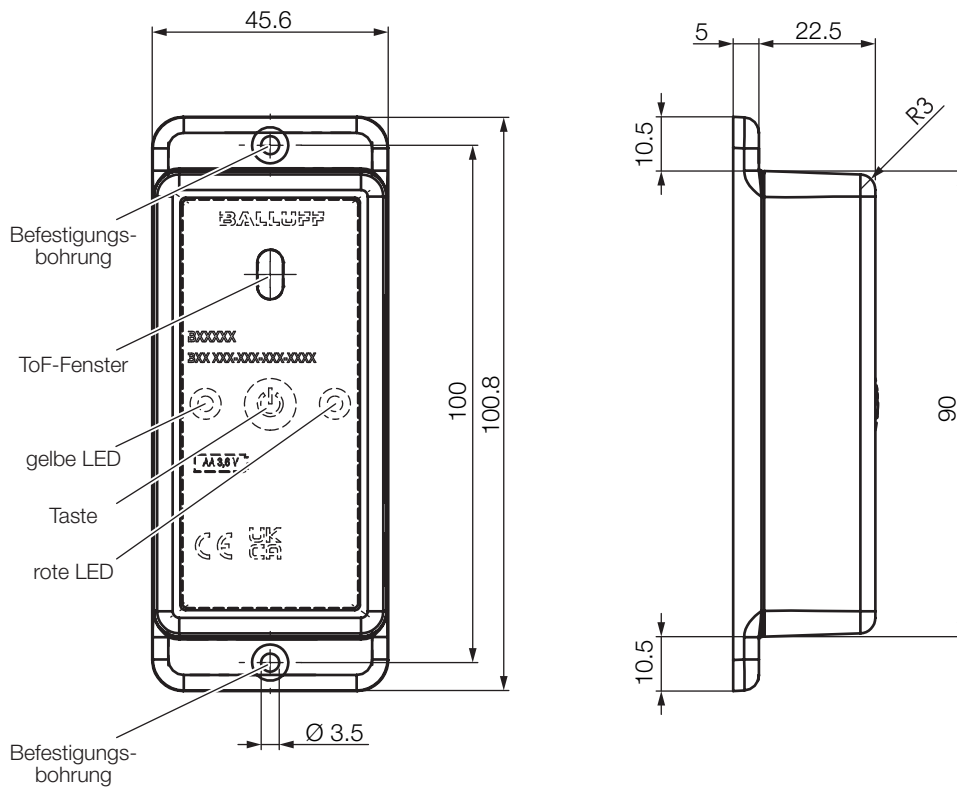

Bild 4-1: Abmessungen, Aufbau und Funktion
Abmessungen siehe Bild 4-1 auf Seite 7.
- ▶ Den Sensor so montieren, dass das ToF Fenster (siehe Bild 4-1 auf Seite 7) direkt über oder vor dem zu überwachenden Material positioniert ist.